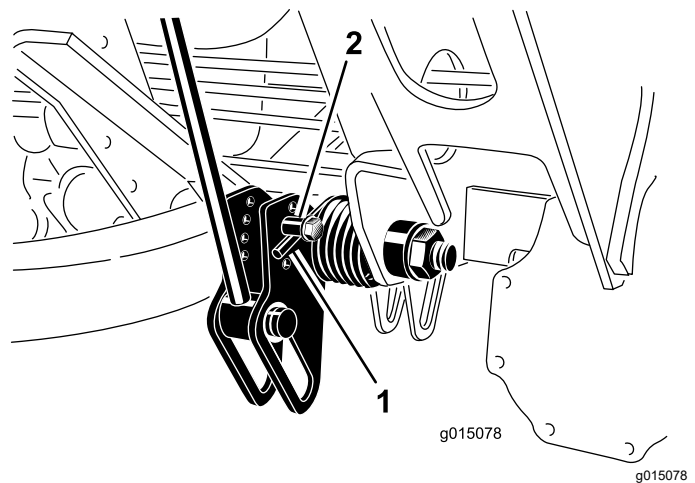

Figure 60
2. Insérez un tube ou un objet similaire sur l'extrémité longue du ressort pour détendre le ressort pendant le réglage (Figure 60).
3. Tout en détendant le ressort, retirez le boulon et le contre-écrou de fixation de l'actionneur de ressort au support (Figure 60).